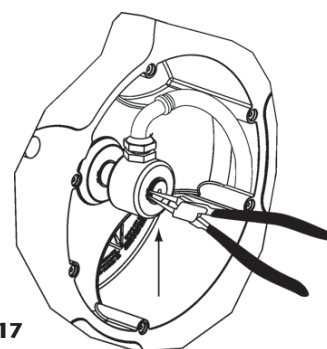

Fig. 17
3. Enlever le circlip et tirer sur la rotule. Attention à ne pas endommager le joint torique intérieur (fig. 17).